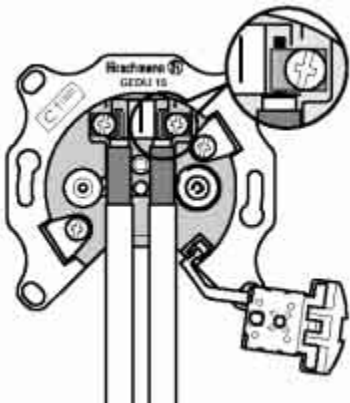

Fig.: 5
5. Fixer les conducteurs intérieur à l'aide des vis de contact S (Fig. 5).